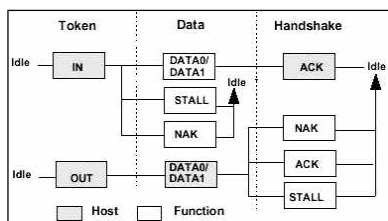

图 7 块传送的流程
2. 块传送模式(图7), 块传送用于进行批量的、非实时的数据传输。如一台 USB 扫描仪即可采用块传送